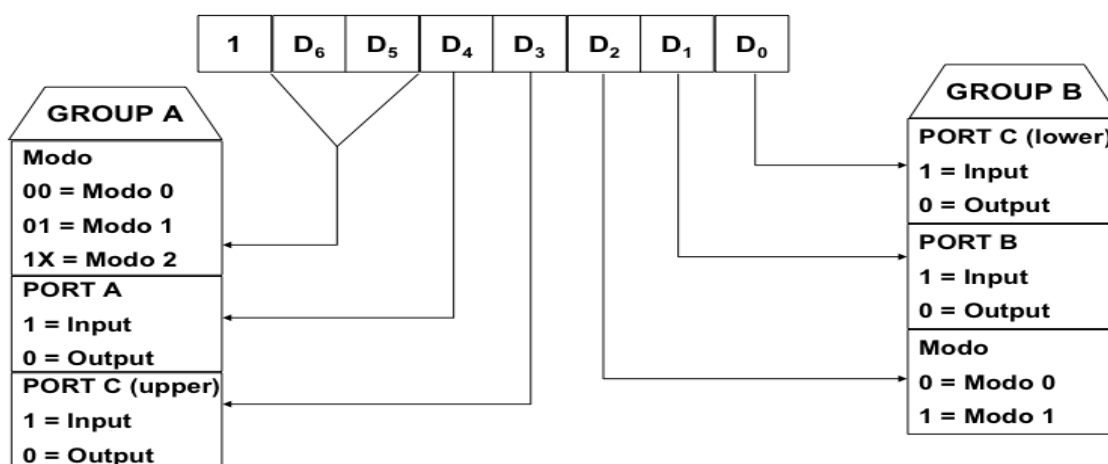

Figura 3
- Permette di programmare il dispositivo impostando il modo di funzionamento delle porte dell'8255. Le possibili configurazioni sono illustrate in Figura 3.